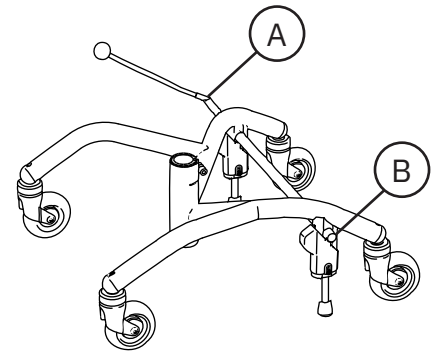

Abb. 5.40. Bremshebel.
Der Bremshebel kann auf der rechten (A) oder linken (B) Seite des Rahmens montiert werden, siehe Abb. 5.40.